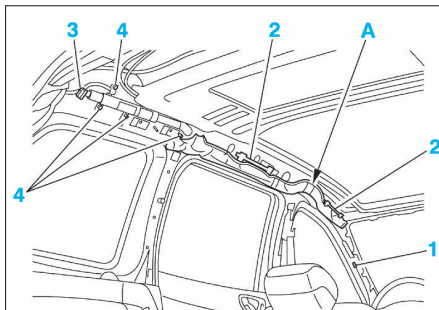

FIG. 10
- Désengager le clip (1) de sangle de montant de baie en le poussant vers le bas en utilisant l'élasticité du matériau sans aller jusqu'à la rupture (Fig.10).